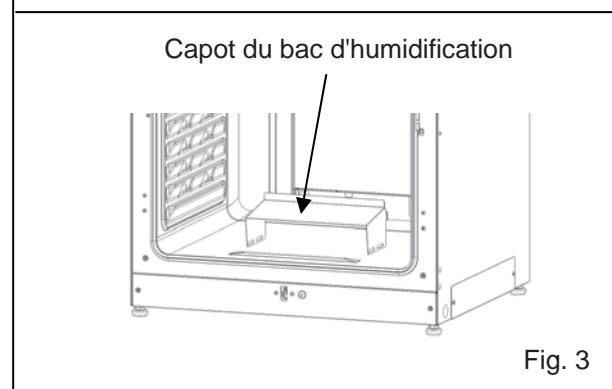

Fig. 3
4. Retirez le capot du bac d'humidification (Fig. 3).